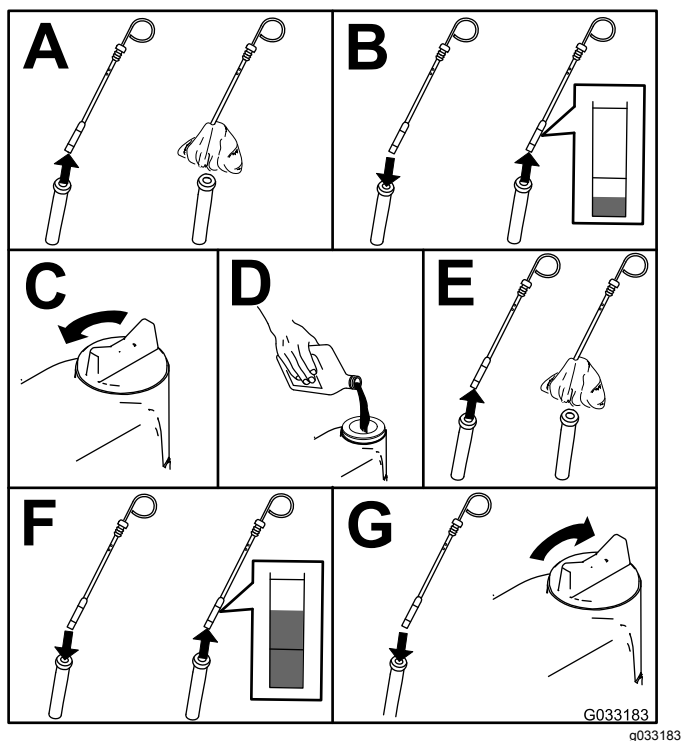

Bild 70
2. Prüfen Sie den Ölstand im Motor (Bild 70).